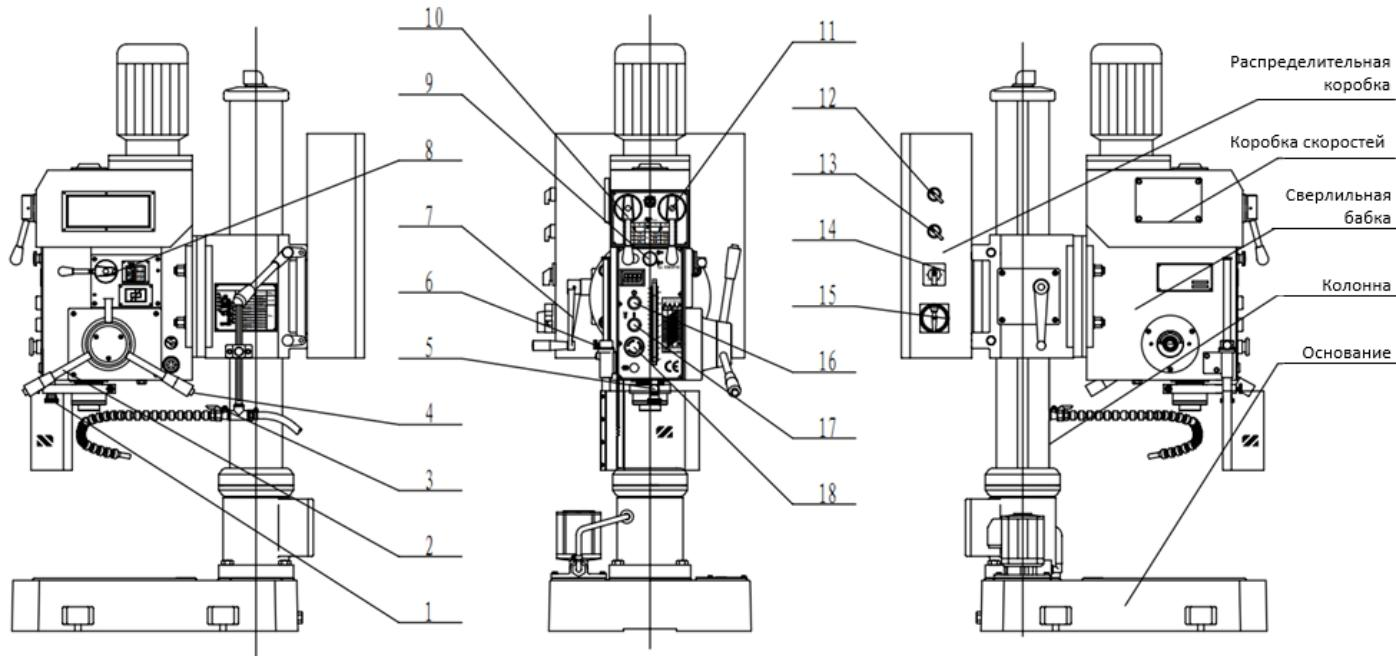

Рис. 1
Для включения станка переведите главный выключатель (15, рис.1) в положение «ON». На панели управления головки станка зажжется индикатор сети. Выберите необходимую скорость вращения шпинделя, пользуясь переключателями (10, 11, 14, рис.1). Проверьте, что кнопка аварийного останова не нажата, в противном случае поверните ее против часовой стрелки для освобождения. Защитный экран должен быть закрыт. При открытом экране станок не запустится. Включите вращение шпинделя, нажав на кнопку (17, рис.1)
Пользуясь таблицей, расположенной на передней части сверлильной головки, выберите необходимую скорость и установите требуемые положения ручек (10, 11, 14, рис.1) Существует два способа подачи по требованиям конкретных условий обработки:
Ручная подача: На сверлильной бабке справа расположены три рычага подачи (2, рис.1). Установите переключатель (13, рис.1) на режим сверления. Возьмитесь за любой из трёх рычагов и опустите вниз. Шпиндель начнёт двигаться вниз, если рычаг поворачивать против часовой стрелки.
рис.1) на режим сверления. Запустите шпиндель (17, рис.1). Поверните рычаг подачи пиноли на себя и нажмите на кнопку (4, рис.1). Включится автоподача. После достижения заданной глубины сверления или при повороте рычага от себя автоподача отключится и пиноль вернется в исходное положение.
Для серийного производства необходимо задать глубину сверления. Для этого существует шкала спереди сверлильной бабки. Ослабьте винт с накаткой (5, рис.1) поворотом рукоятки (1, рис.1), перемещением шкалы задайте нужную глубину, затяните винт (5). Теперь глубина сверления задана.
Установите требуемую скорость вращения шпинделя положением ручек (10, 11, 14, рис.1). Установите переключатель (13, рис.1) в режим нарезания резьбы. Запустите шпиндель (17, рис.1) Поверните рычаг подачи (2) и приблизьте метчик к заготовке. Необходимо приложить некоторое усилие (в зависимости от размера резьбы) для входа метчика в отверстие. При достижении необходимой глубины нарезания резьбы нажмите на кнопку (4, рис.1), направление движения шпинделя сменится на противоположное и метчик выйдет из заготовки. Также реверс автоматически включается при достижении заданной глубины сверления. После возвращения пиноли в исходное положение направление движения вернется к первоначальному.
Остановить станок можно, нажав на кнопку (16, рис.1). Если требуется аварийная остановка при работе, нажмите кнопку аварийной остановки (18, рис.1), что приведёт к отключению станка.
Станок оснащён устройством быстрой смены режущего инструмента, управляемым рукояткой (9, рис.1). Надавите рукоятку (9) в направлении сверлильной бабки, если требуется установка режущего инструмента. При снятии инструмента надо немного выкатить пиноль, вытянуть рукоятку (9), и, придерживая режущий инструмент левой рукой, поднимите пиноль, инструмент выпадет вниз.